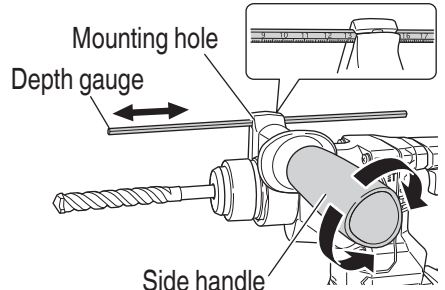

Fig. 23
6. Using depth gauge (**Fig. 23**)